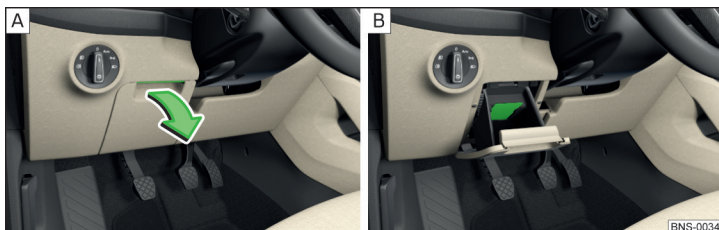

Abb. 107 Ablagefach öffnen / Kartenhalter
- Zum **Öffnen** den Griff anheben und das Fach aufklappen » Abb. 107 - [A].
Im Ablagefach befindet sich ein Kartenhalter » Abb. 107 - [B].